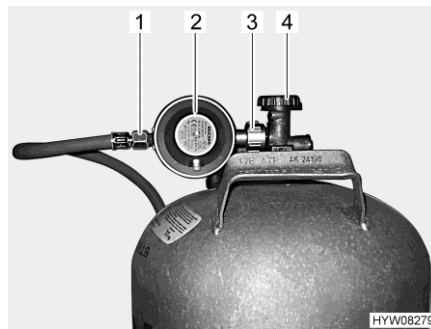

Bild 138 Anslutning gasflaska
- Stäng huvudavstängningsventilen (Bild 138,4) på gasflaskan. Beakta pilriktningen.
- Håll fast gastryckregulatorn (Bild 138,2) och öppna muttern (Bild 138,3) (vanligen vänstergänga).
- Tag bort gastryckregulatorn med gasslangen (Bild 138,1) från gasflaskan.
- Sätt gastryckregulatorn (Bild 138,2) med gasslangen (Bild 138,1) mot gasflaskan och dra åt muttern (Bild 138,3) (vanligen vänstergänga). Dra **inte** åt för hårt.